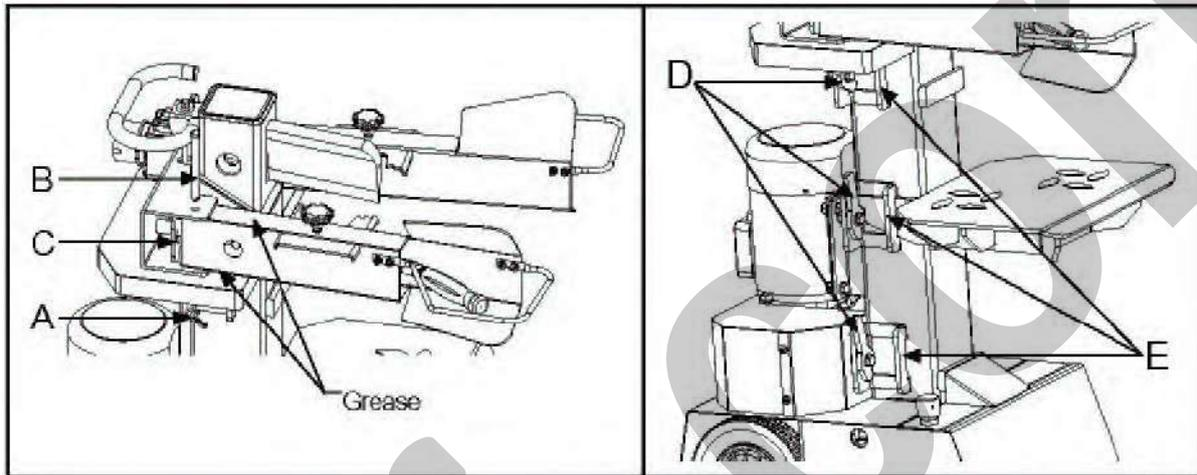

Figura 12 - Installazione delle leve.
1. Tirare il perno elastico (**A**) per rimuovere il perno di blocco (**B**). applicare un sottile strato di grasso sulle parti metalliche a contatto con il supporto, come mostrato in Figura 12 "Grease". Inserire la leva ed il supporto metallico all'interno della staffa facendo attenzione che si incastrino nella fessura (**C**). Bloccare la leva ed il supporto metallico con il perno di blocco (**B**) ed il perno elastico (**A**).